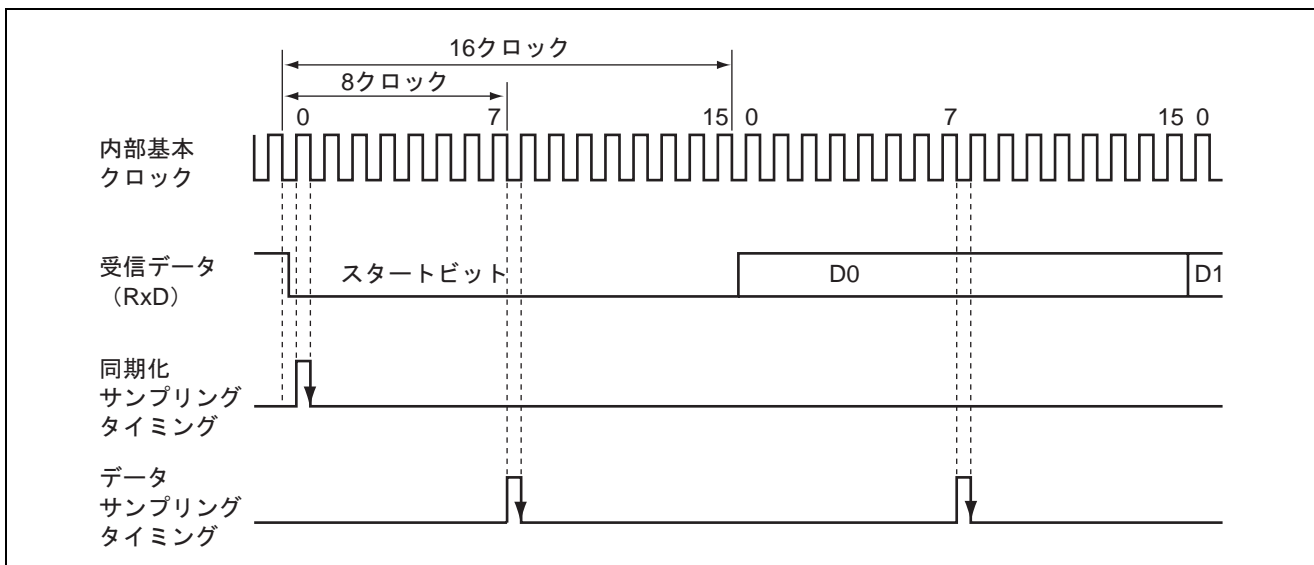

図 15.3 調歩同期式モードの受信データサンプリングタイミング
調歩同期式モードでは、SCIはビットレートの16倍（倍速動作時は8倍）の周波数の基本クロックで動作します。受信時はスタートビットの立ち下がり基本クロックでサンプリングして内部を同期化します。また、**図 15.3**に示すように受信データを基本クロックの8ヶ目（倍速動作時は4ヶ目）の立ち上がりエッジでサンプリングすることで、各ビットの中央でデータを取り込みます。したがって、調歩同期式モードでの受信マージンは式 (1) のように表すことができます。